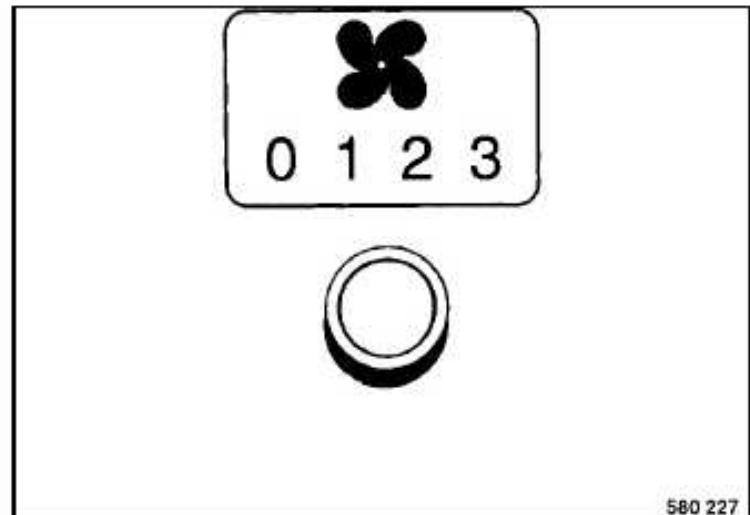

Fig. 116
- Colocar el interruptor giratorio para el ventilador (Fig. 116) en posición "2" nivel medio del ventilador.